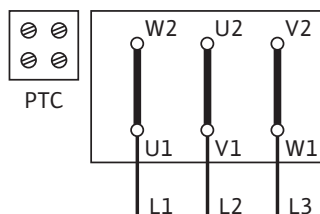

Fig. 45: Y-Δ pokretanje (standardno)
Dijagram priključka za električni priključak se nalazi u priključnoj kutiji (vidi takođe Fig. 45/46).
- Mrežni priključak na priključnoj letvi zavisi od snage motora  $P_2$ , od mrežnog napona i vrste uključivanja. Potrebno povezivanje veznih mostova u priključnoj kutiji preuzeti iz sledećeg nabrajanja „Tab. 4: Raspored priključnih stezaljki” na strani 17 kao i Fig. 45/46.
Y-Δ pokretanje (standardno)	Ukloniti vezne mostove (Fig. 45)